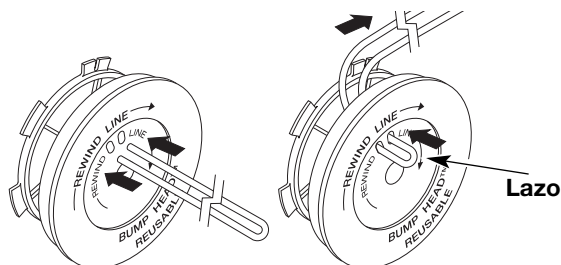

Fig. 19
6. Tome aproximadamente 6 m (20 pies) de nueva línea de corte, enlácela en dos longitudes iguales. Inserte cada extremo de la línea a través de uno de los dos orificios del carrete interior (Fig. 19). Pase la línea a través del carrete interior de modo que el lazo sea lo más pequeño posible.